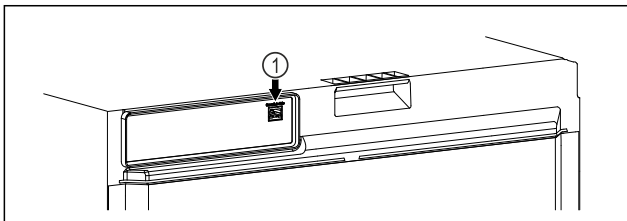

Fig. 101
- SmartModule Fig. 101 (1) er indsat.